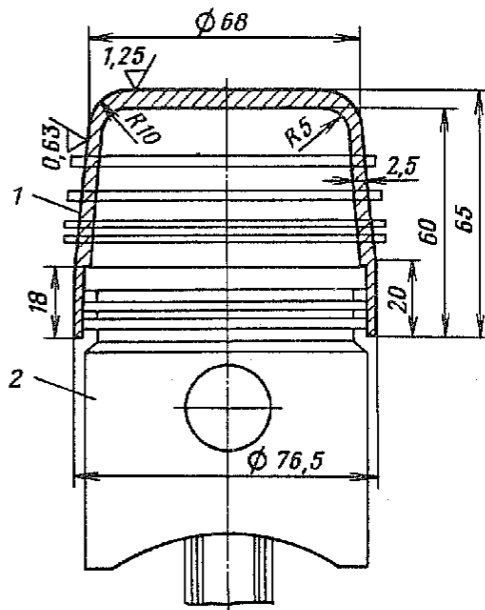

Рис. 14. Оправка для установки на поршень поршневых колец:
2.8.3. Установить кольца на поршень с помощью оправки 1 (рис. 14).